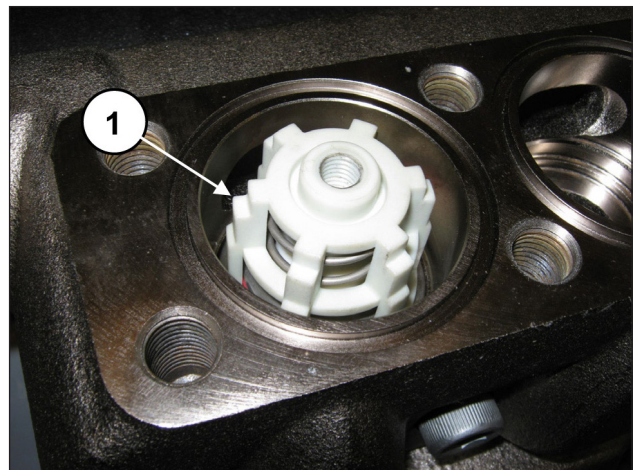

Abb. 163
so erscheinen wie in Pos. ①, Abb. 163.